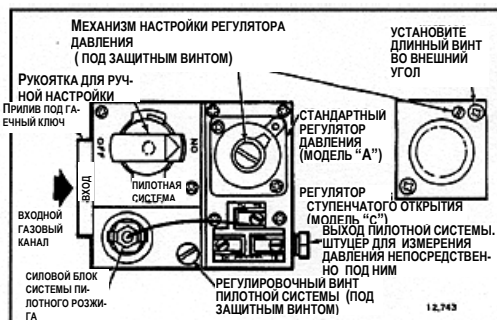

РИС. 6 – ВИД СВЕРХУ НА УСТРОЙСТВО РЕГУЛИРОВАНИЯ ПОДАЧИ ГАЗА СО СТАНДАРТНОЙ ПРОПУСКНОЙ СПОСОБНОСТЬЮ
3. Отвинтите латунный уплотняющий фитинг с выходного канала пилотной системы (Рис. 6 и 7). Сдвиньте фитинг вдоль трубы так, чтобы он не мешал работе.
Соединение термоэлемента и силового блока или прерывателя ЕСО (рис. 6 и 7) является электрическим соединением, поэтому должно быть всегда сухим и хорошо очищенным. Никогда не используйте в этом соединении компаунд для труб. Это соединение следует затягивать не более, чем на ¼ оборота после ручной затяжки для обеспечения хорошей электропроводности.